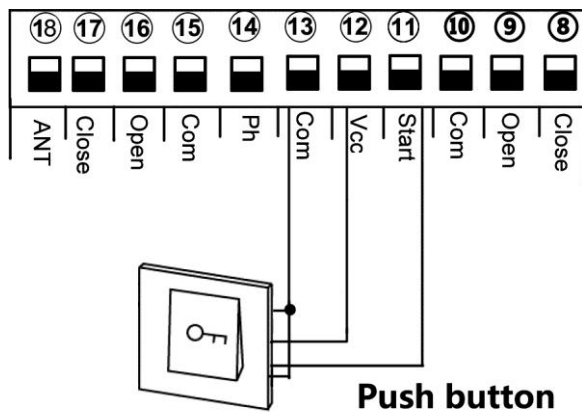

Figura 13
6.6. Conecte para iniciar la terminal. Figura 13